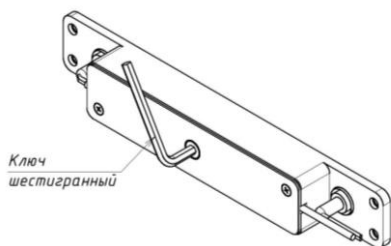
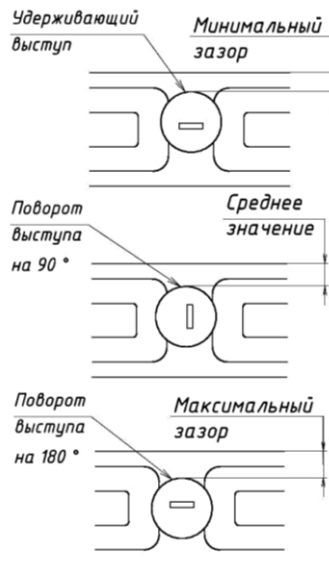

Рисунок 11
Рисунок 12
6.10 Для изменения и регулировки «гарантированного зазора» необходимо повернуть выступ, расположенный на корпусной части и выполненный эксцентрично по отношению к гнезду на якорной части. Для этого шестигранным ключом из комплекта поставки ослабить винт с обратной стороны корпуса (рисунок 11). Поворот удерживающего выступа на 90° изменяет зазор и взаимное положение выступа и гнезда якоря в поперечном направлении на 1 мм, поворот на 180° – на 2 мм (рисунок 12). После регулировки винт необходимо затянуть.